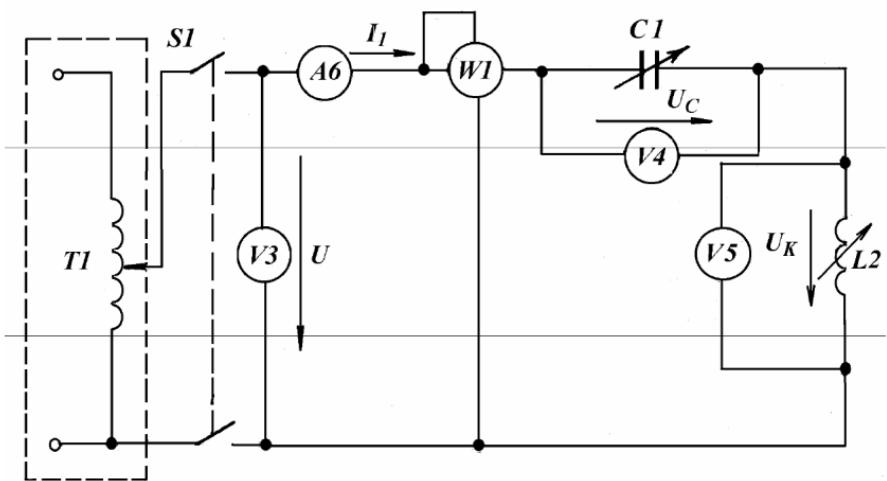

Рис. 1
1. Собрать с помощью проводов электрическую схему (рис. 1). Предъявить схему для проверки преподавателю.